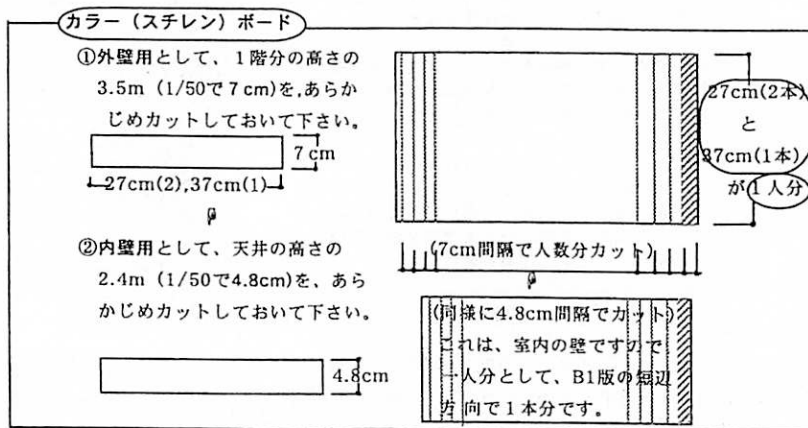

図3 外壁と内壁の模型材料の準備
- ① 図3で作った7cm高の外壁材を、45度（2ヶ所）と90度（1ヶ所）の角の、貼り合わせを考えてカットします。
- ② 45度のカットしなければならない箇所が4ヶ所あるので、注意をさせてください。
- ③ 3面の外壁材を、それぞれ平面図に合わせて、下から7mmを床の高さとしてとって、その高さから1.8m（3.6cm）の位置に作図してカットさせてください。
- ④ 加工した外壁材を、すでに出来上がった平面図パネルの三面の横に木工用ボンドで貼り付けてください。